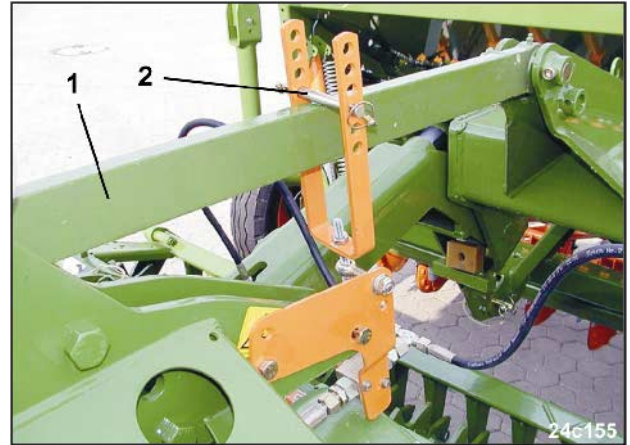

Fig. 104
Durch Einbau des Hubbegrenzungsventiles (Fig. 104) kann der Hubrahmen in der Hubhöhe begrenzt werden (siehe auch Kap. 10.8.2, Hubhöhe der Schlepperunterlenker begrenzen).
Wird die Sämaschine vom Hubrahmen angehoben, drückt der Oberlenker (Fig. 104/1) gegen den Bolzen (Fig. 104/2) und schließt das Ventil, das den Ölstrom zu den Zylindern unterbricht.
Die Hubhöhe der Sämaschine ist einstellbar. Zum Einstellen der Hubhöhe ist der Bolzen (Fig. 104/2) in die erforderliche Bohrung des U-Bügels einzustecken und mit einem Klapstecker zu sichern.
**Zum Straßentransport muss der Bolzen (Fig. 104/2) entfernt werden, damit die Sämaschine vom Hubrahmen vollkommen angehoben werden kann.**